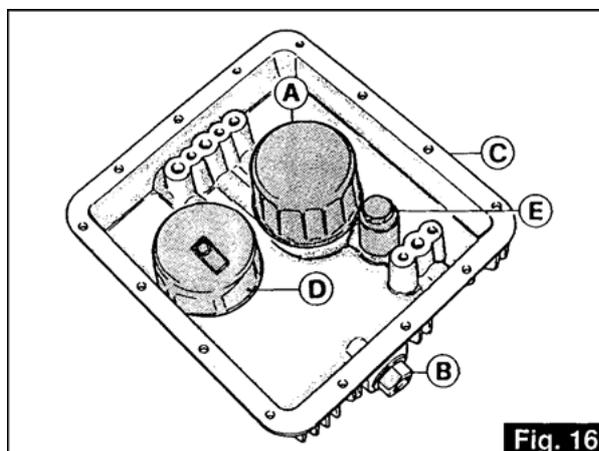

Fig. 16
«B» Bouchon de vidange (fig. 16)
4.2 REMPLACEMENT DE LA CARTOUCHE DE FILTRE ET NETTOYAGE DE LA CRÉPINE (fig.16)